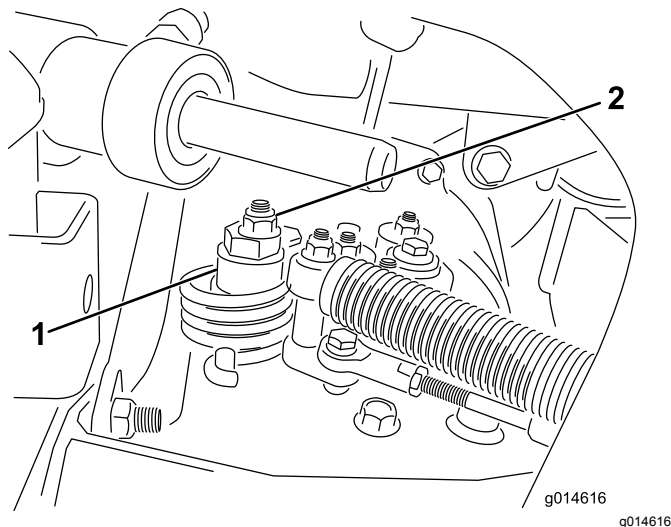

Figure 33
- A. Desserrez l'écrou de fixation de l'excentrique en haut de l'hydrostat (Figure 33).
- C. Tournez l'excentrique jusqu'à ce que la roue ne tourne plus dans aucune direction. Lorsque la route arrête de tourner, serrez l'écrou pour bloquer l'excentrique et le réglage (Figure 33). Vérifiez le réglage avec la commande d'accélérateur en position BAS RÉGIME, puis HAUT RÉGIME.